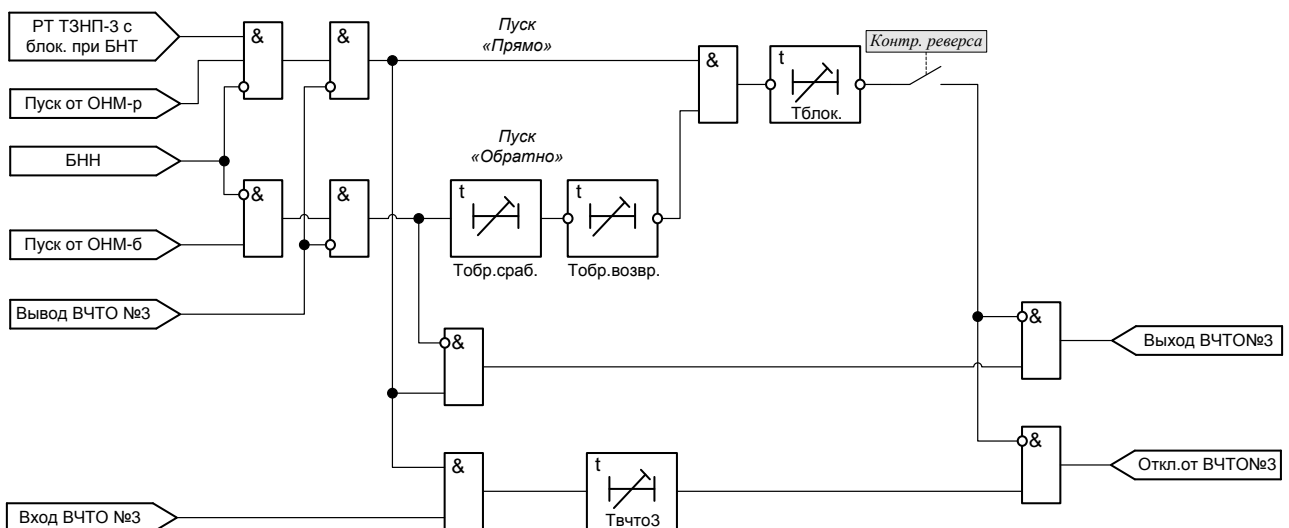

Рисунок 30 – Функционально-логическая схема блока ВЧТО №3
1.2.14.8.4 Прием сигнала *ВЧТО №3* осуществляется с контролем срабатывания органа тока ТЗНП-3, наличия разрешающего сигнала ОНМ НП и отсутствия неисправностей в цепях ТН (рисунок 30). При этом происходит срабатывание защиты на отключение с выдержкой времени, определяемой уставкой «Твчто3» в группе «ВЧТО-3». Диапазон значений уставки – от 0,02 до 10,00 с, с шагом 0,01 с.